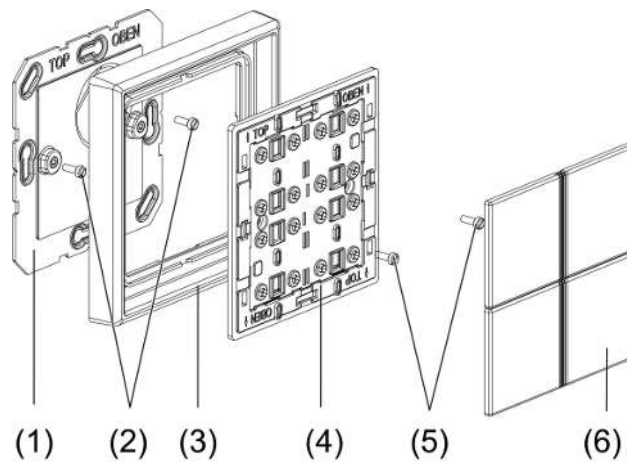

Imagen 1: Módulo de teclado inalámbrico, 4 fases
- Pegar o atornillar el soporte (1) directamente en una superficie plana. La etiqueta **TOP/OBEN** del soporte debe quedar colocada hacia arriba.
- Insertar el marco de diseño (3) en el soporte.
- Atornillar el módulo (4) emisor de pared al soporte.
- Encajar las cubiertas (6) (Imagen 1).
- Retirar con cuidado la teclas (6) del pulsador sensor (Imagen 1).
- Desatornillar el pulsador sensor del soporte (1).